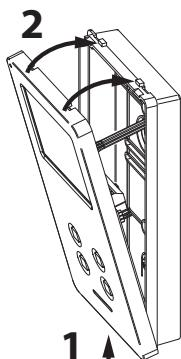

Fig. 9
- Lorsque l'installation est testée et que les réglages nécessaires sont effectués, procéder à la fermeture de l'interphone vidéo comme illustré sur la **Fig. 9**: l'accrocher d'abord sur la partie inférieure ensuite sur la partie supérieure jusqu'au déclic de l'enca斯特rement.